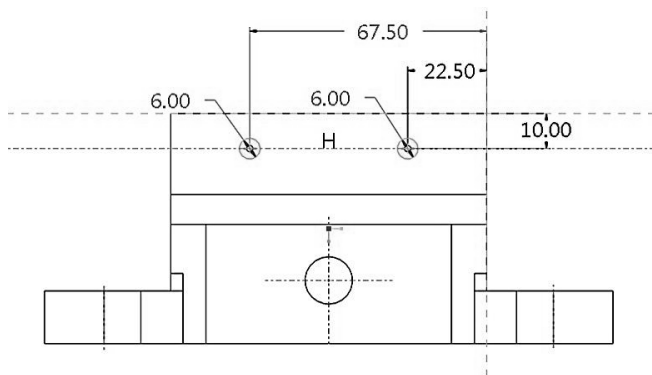
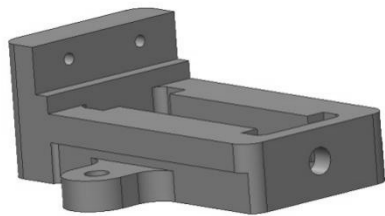

图 4-72 截面
图 4-73 完成模型最后效果
(2) 绘制如图 4-72 所示的截面，完成后单击草绘工具栏中的  退出草图。在拉伸操控面板中，拉伸方式选择单向拉伸，输入拉伸深度为 9。单击拉伸操控面板中的  预览拉伸效果，确认无误后单击  按钮，完成模型创建，如图 4-73 所示。